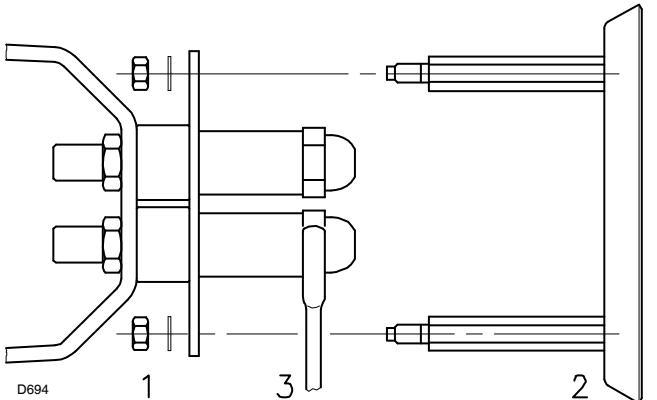

Fig. 12
- Retirer les écrous 1)(Fig. 12) et le disque 2).
- Remplacer le gicleur avec la clé 3)(Fig. 12).